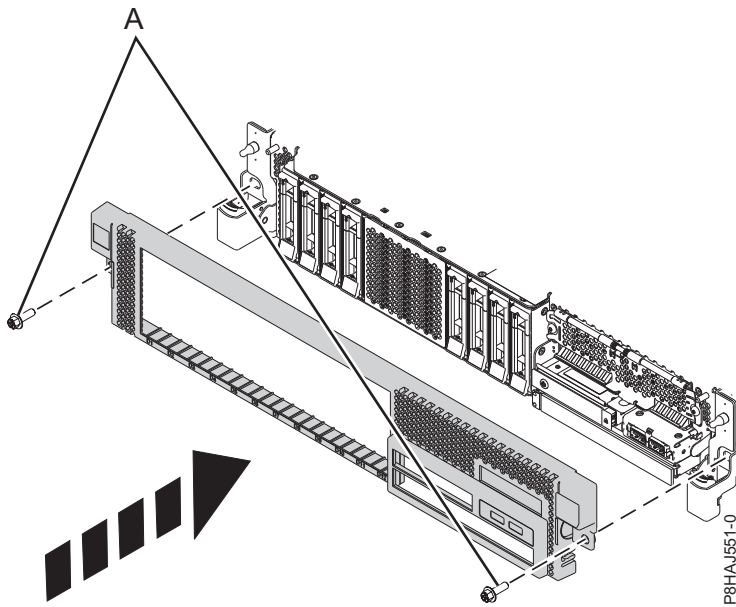

Figura 12. Instalación de la cubierta frontal
3. Cierre los pestillos de liberación empujando en la dirección que se muestra en Figura 12 en la página 32. La cubierta se insertará en su posición y dispone de una hendidura que le permite sujetarla más fácilmente.
4. Sustituya los tornillos de envío (A).